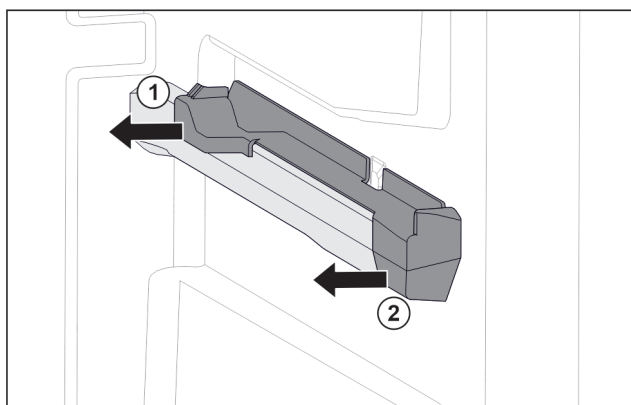

Fig. 51 Вставна частина на правому ребрі для резервуару
- ▶ Відсунути вставну частину назад вбік. Fig. 51 (1)
- ▶ Відсунути вставну частину вперед вбік. Fig. 51 (2)